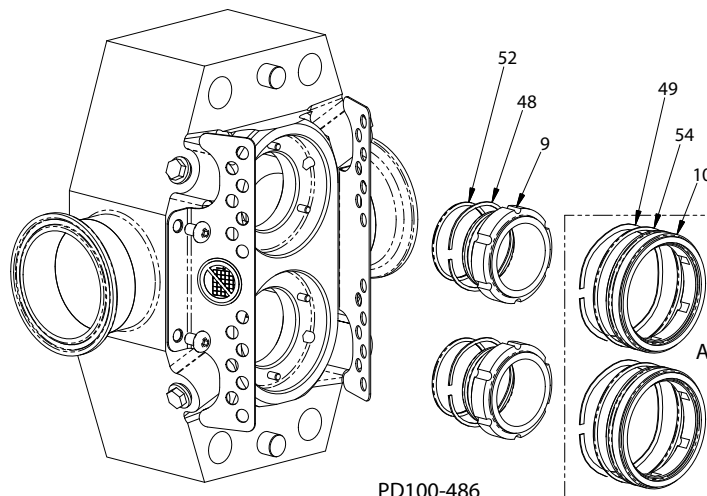

Figure 35 - Retirez les joints
- Retirez le joint interne (Figure 35, objet 9) et l'élastique ondulé (objet 48). Retirez le joint torique (objet 52) du joint interne et contrôlez-le. Remplacez comme requis.
- Sur les pompes équipées de garnitures mécaniques doubles (Figure 35, encart A), retirez le joint externe (objet 10) et l'élastique ondulé (objet 49). Retirez le joint torique (objet 54) du joint externe et contrôlez-le. Remplacez comme requis.